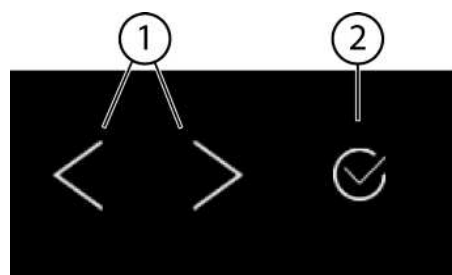
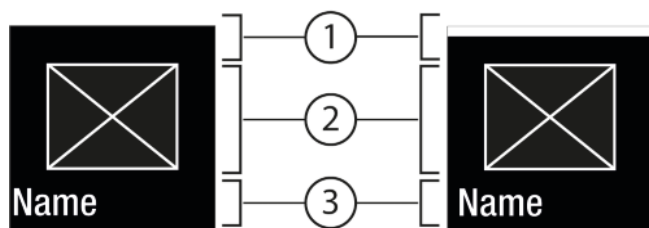
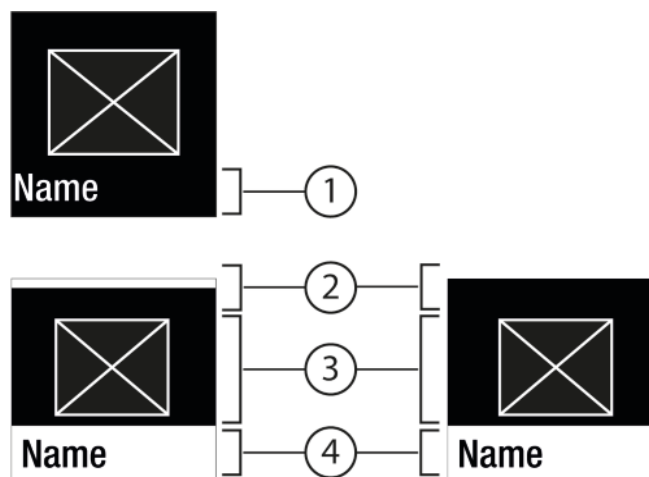

Fig. 5
Fig. 6
Fig. 7
- (1) Навигационная стрелка влево / вправо (2) Подтвердить
Навигационная стрелка влево / вправо Fig. 5 (1):
Подтвердить Fig. 5 (2):
- Навигация при помощи навигационной стрелки влево / вправо Fig. 5 (1).
- С помощью Подтвердить Fig. 5 (2) активировать Fig. 6 (1) / деактивировать Fig. 6 (1) функцию / настройку.
- С помощью Подтвердить Fig. 5 (2) вызвать Подменю Fig. 7 (4).
- Установка нового значения: С помощью Подтвердить Fig. 5 (2) выбрать деактивированное значение Fig. 6 (1).
- Назад в меню: С помощью Подтвердить Fig. 5 (2) выбрать уже активированное значение Fig. 6 (2).
- Навигационные стрелки Fig. 5 (1) нажимайте до тех пор, пока не появится индикация функции.
- Нажмите на Подтвердить Fig. 5 (2).
- ▶ С помощью навигационных стрелок *Fig. 5 (1)* выберите значение настройки.
- ▶ Нажмите на Подтвердить *Fig. 5 (2)*.
- ▷ Состояние: активировано *Fig. 6 (1)* появляется ненадолго в Подменю *Fig. 7 (4)*.
- ▶ Нажимайте навигационные стрелки *Fig. 5 (1)* до тех пор, пока не появится индикация настроек .
- ▶ Нажимайте навигационные стрелки *Fig. 5 (1)* до тех пор, пока не появится индикация требуемой настройки.
- ▶ Нажмите и удерживайте в течение 3 секунд Подтвердить *Fig. 5 (2)*.